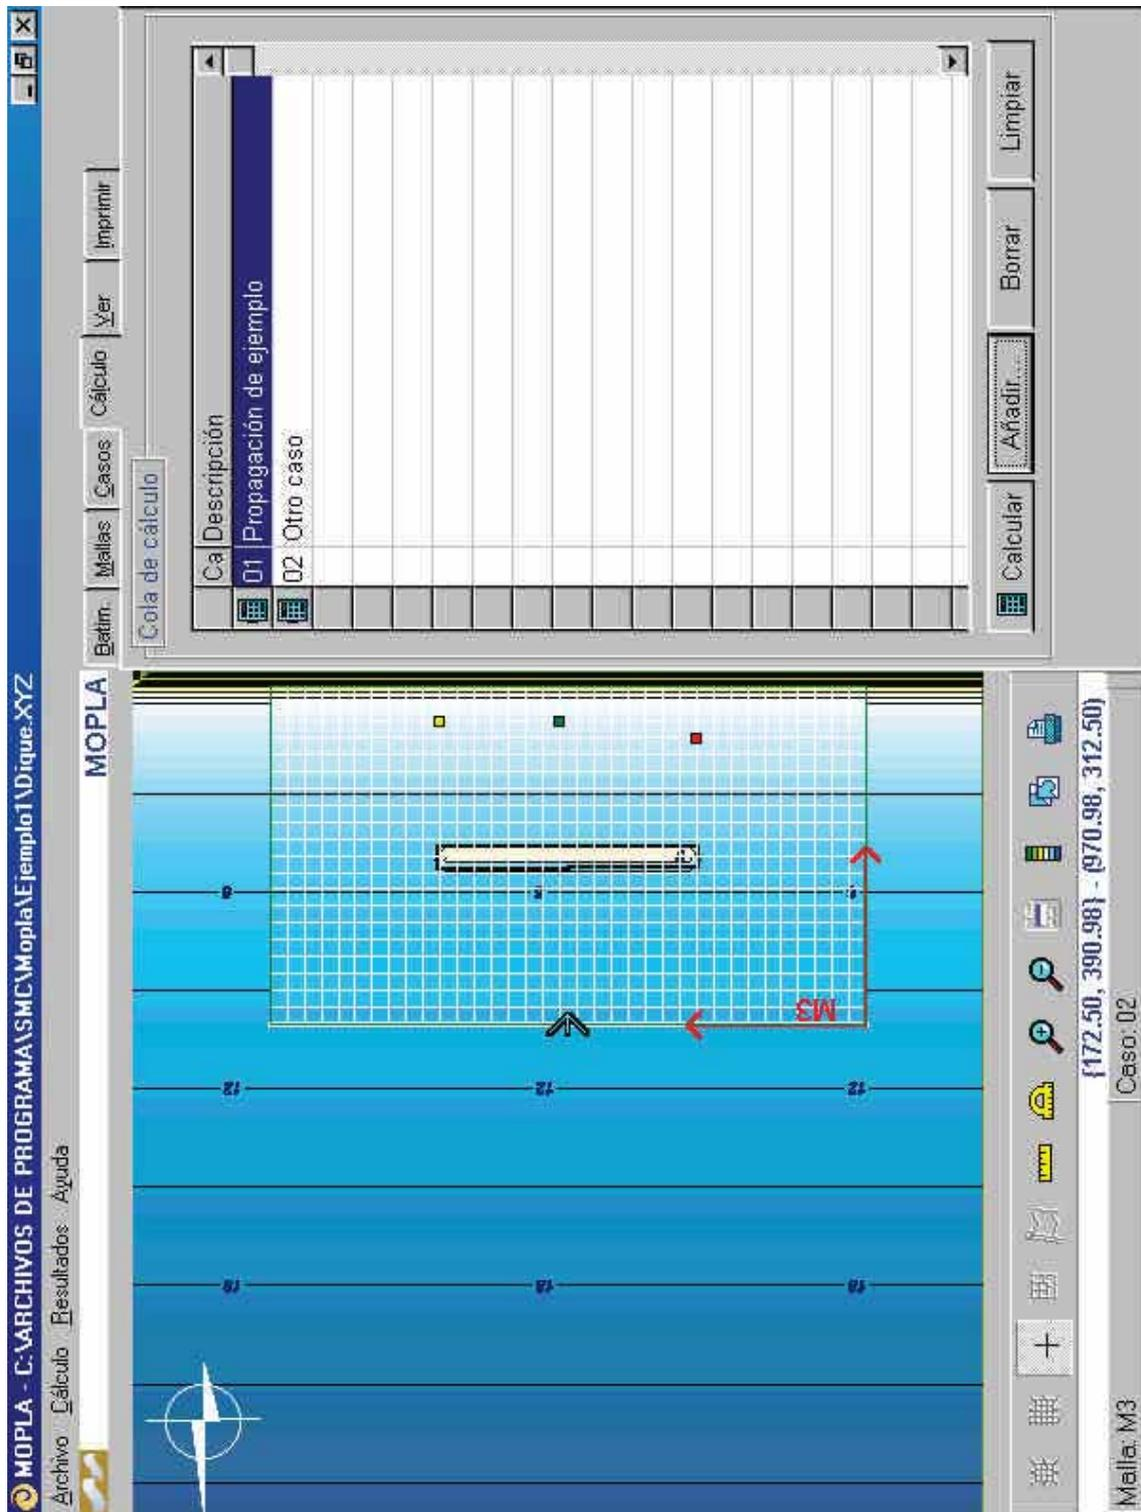

Figura 5.23
2. Pulsar el botón “Añadir” e ir seleccionando los casos uno a uno, apareciendo al final todos en la cola de cálculo. Seleccionar el “Caso 01” de “Propagación de ejemplo” y, a continuación, el “Caso 02” de “Otro caso” (ver figura 5.23).